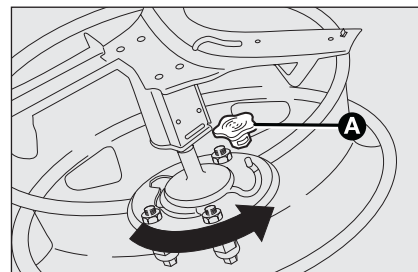

fig. 12
- Fixer le support denté sur la roue crevée au moyen des 2 vis (introduire le support par l'extérieur de la roue). Ré-accrocher le câble métallique de retenue dans le logement correspondant et réinsérer le capuchon de protection **A-fig. 12**;